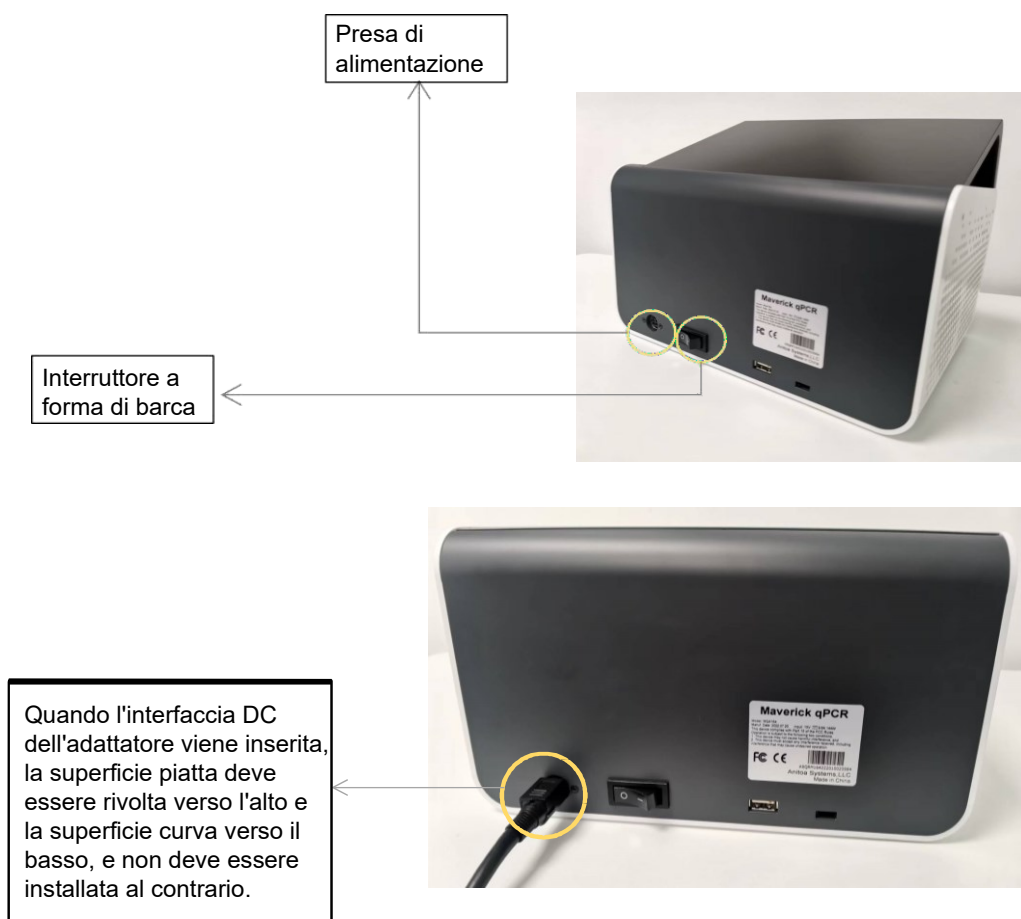

Figura 3-5-1 Posteriore dello strumento
- 1) Inserisci il connettore DC nella presa di alimentazione dello strumento e ascolta il suono di "clic" per indicare che è stato inserito correttamente, come mostrato nella Figura 3-5-1.